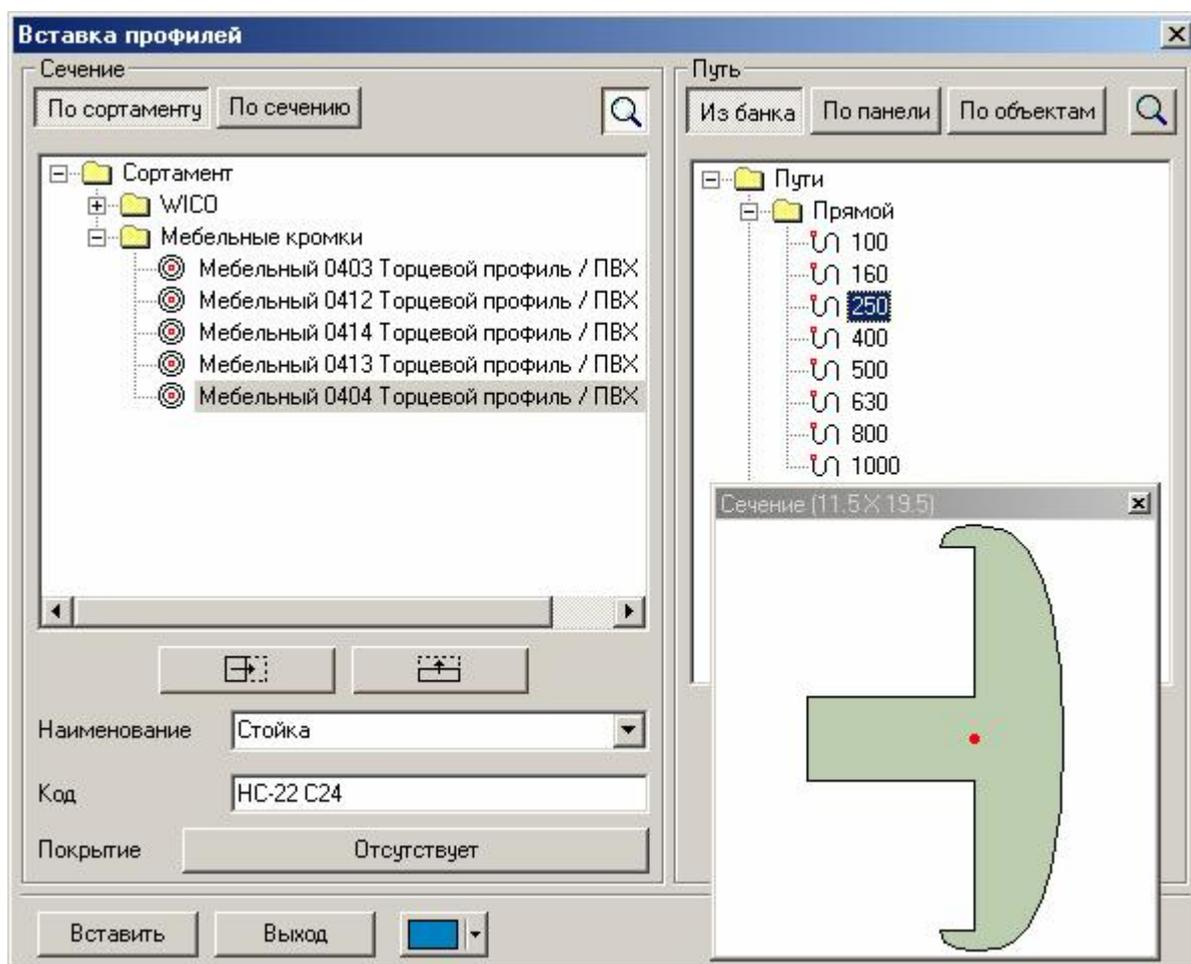

Рис. 17 Диалоговое окно приложения *Профильная деталь*
3. Запустить приложение **Профильная деталь** (пиктограмма ) , отображающее на экране диалоговое окно, показанное на рис. 17. В правой половине окна выбирается путь, в левой половине – сортамент или сечение. Кроме того, здесь задаются остальные параметры детали.